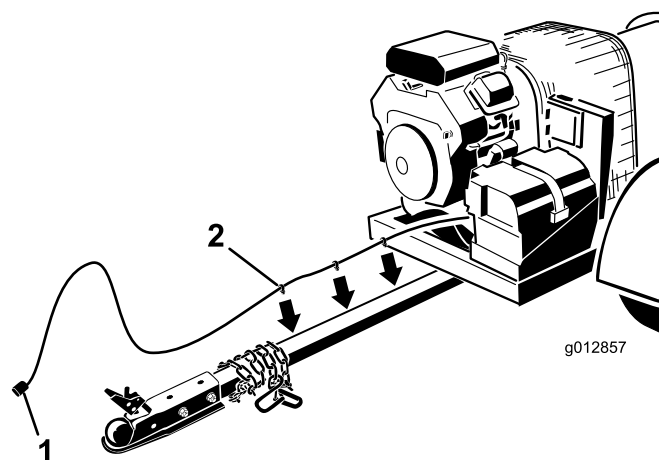

Figure 10
3. Faites passer le faisceau de câblage le long du côté droit du tube d'attelage (Figure 10).
4. Engagez les serre-câbles dans les trous sur le côté du tube d'attelage pour fixer le faisceau de câblage en place (Figure 10).